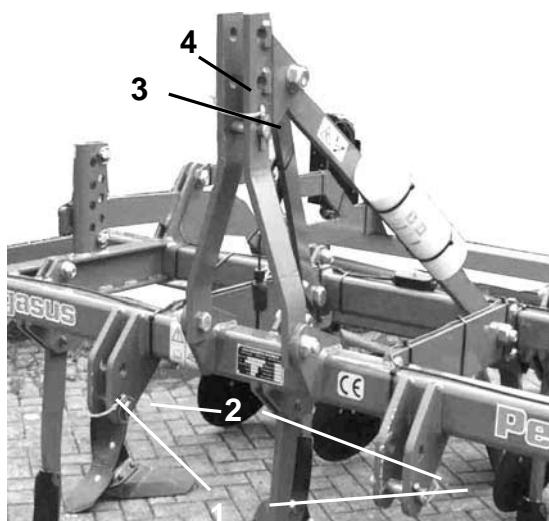

Рис. 8
- Нижние тяги трактора прикрепите при помощи крепежных пальцев для нижних тяг (Рис. 8/1) к нижним точкам крепления агрегата и зафиксируйте при помощи пальцев с пружинной защелкой (Рис. 8/2).
- Верхнюю тягу трактора прикрепите при помощи крепежного пальца для верхней тяги (Рис. 8/3) к верхней точке крепления агрегата и зафиксируйте при помощи пальца с пружинной защелкой (Рис. 8/4).